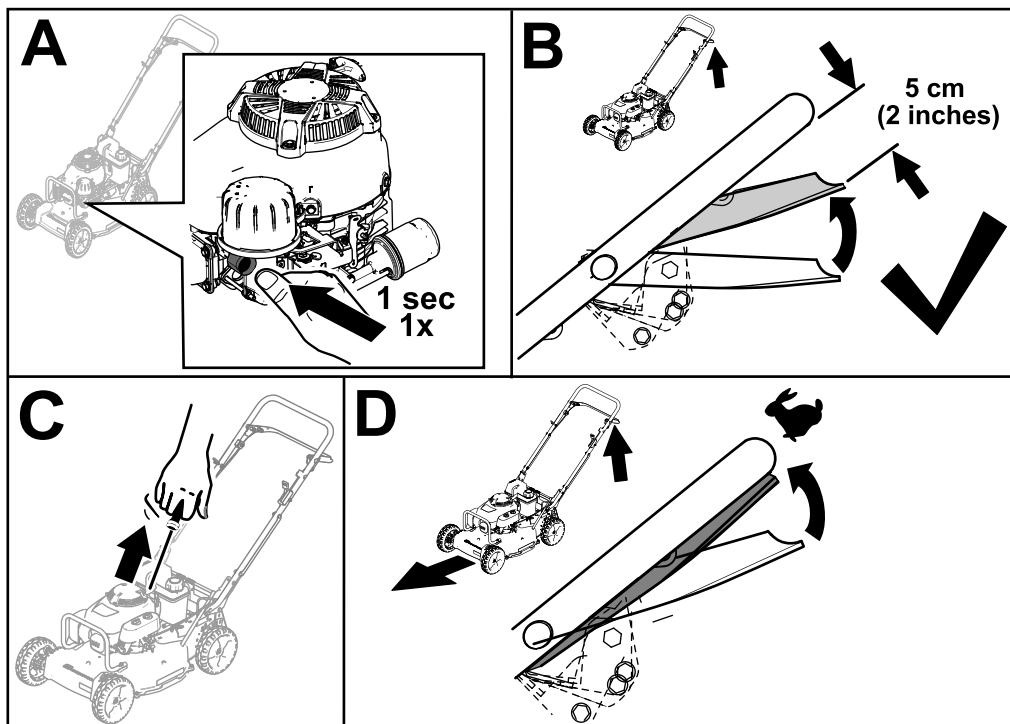

Figura 14
3. Apriete firmemente la perilla del cebador durante un segundo (Figura 14, A) .
4. Sujete la barra de control de la cuchilla en la posición de marcha/cambio, unos 5 cm (2") por debajo del manillar (Figura 14, B).
5. Tire suavemente del arrancador hasta que note resistencia, luego tire con fuerza y deje que vuelva lentamente a la guía de cuerda del manillar (Figura 14, C).